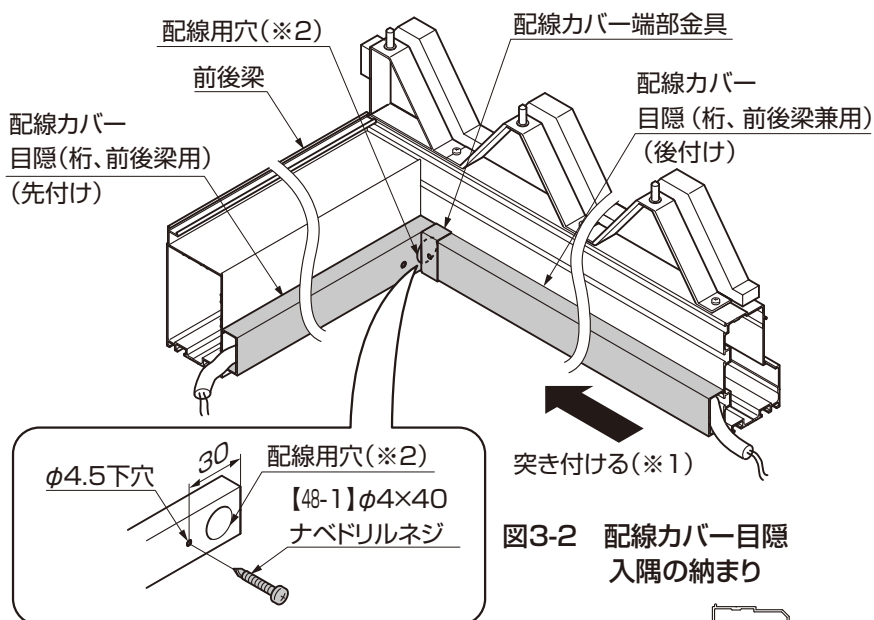

図3-2 配線カバー目隠 入隅の納まり
「3. 配線カバー（桁・前後梁兼用）の取付け 3-1 配線カバー目隠（桁・前後梁兼用）の取付け 図3-2」を参照してください。
- 桁・前後梁の入隅における配線カバー目隠（桁・前後梁兼用）は、先付けの配線カバー目隠（桁・前後梁兼用）には、配線カバー端部金具なしで直接取付けて、後付け側は配線カバー端部金具を付けて突きつけて（※1）に取付けてください。（図3-2参照）